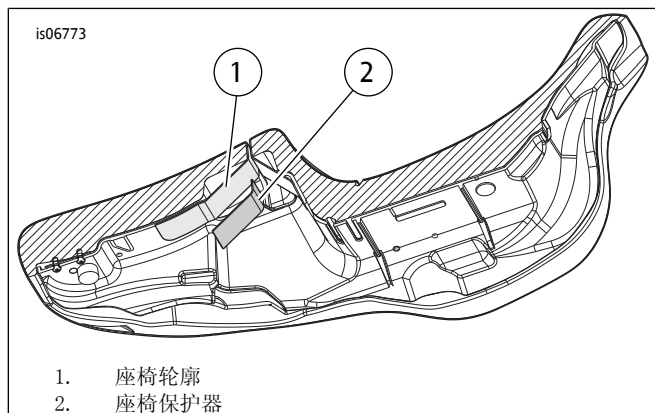

图4。座椅下侧
13. 图4 标记表面形状，座椅保护器（2）将覆盖座椅轮廓（1），轻轻调节保护器的形状以便更好地适应座椅轮廓。